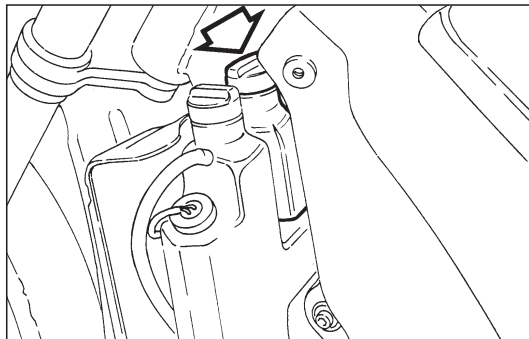

Fig. 26
Le niveau du liquide doit se trouver entre 1/4 et 3/4 de la capacité du vase d'expansion (Fig. 26).
CONTROLE ET REMPLISSAGE (Fig. 26)
- ◆ Oter le bouchon du vase d'expansion (Fig. 26).